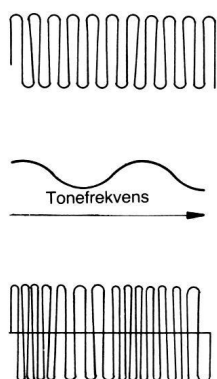

fig. 172
Sendere in FM-båndet benytter imidlertid ikke prinsippet med amplitudemodulasjon, men **frekvensmodulasjon (FM)**. Ved denne metoden endrer ikke LF-signalet amplitude. Bærebølgens frekvens forandrer seg i takt med talen eller musikken. (fig. 172). Når et slikt HF-signal skal demoduleres, må det benyttes en helt spesiell likeretterkopling hvor det benyttes frekvensavhengige motstander. I enkleste tilfelle kan dette være en spole hvis reaktans varierer med frekvensen. På grunn av reaktansforandringene forandres også spenningsfallet over spolen, slik at dette blir større eller mindre. Disse spenningsforandringene kan videre forsterkes. Mottakingskvaliteten blir imidlertid ikke særlig god ved denne enkle metoden.